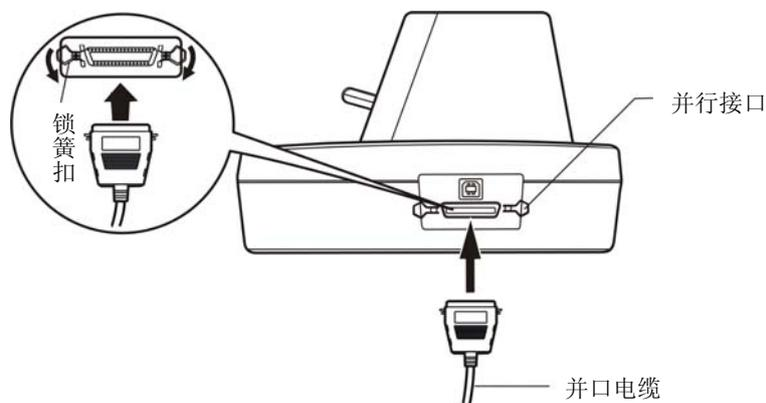

图 2-10 连接并行接口电缆
1. 关闭计算机与打印机的电源。将并口电缆插头连接到打印机的并行接口，扣上连接器两侧的锁簧扣，使插头固定（如图 2-10 所示）。